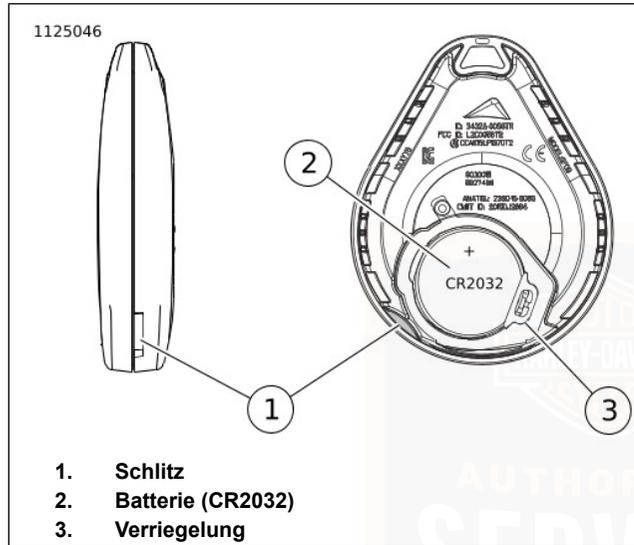

Abbildung 15. Schlüsselanhängerbatterie austauschen
- Siehe Abbildung 15. Die Seriennummer auf dem Schlüsselanhänger befindet sich auch auf der Innenseite des Schlüsselanhängers.
1. Siehe Abbildung 15. Zum Öffnen des Schlüsselanhängers den Schlitz (1) mit einem dünnen Gegenstand drehen.
2. Die Batterie (2) herausnehmen und gemäß den örtlichen Bestimmungen entsorgen.